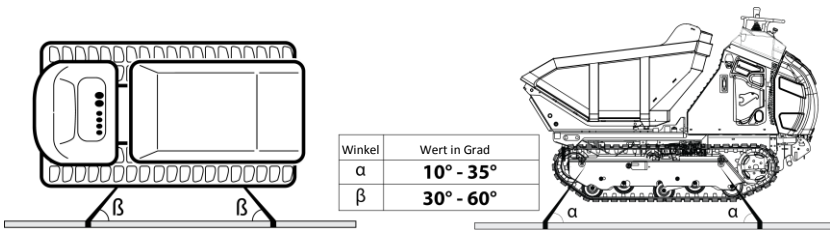

Abb. 26 — Abschlepphaken für die Verstaung
- Bei dem Verstaueuen der Maschine müssen die in der Tabelle (Abb.26) gezeigten Winkel, die durch den Hersteller zur Verfügung gestellt wurden, respektiert werden.
Maschine gut auf der Ladefläche des Transporters mit den durch **Cormidi genehmigten Ketten** (Cod. C0260.00.3) befestigen, die bei einem autorisierten Händler gekauft werden können, befestigen Sie diese immer an den angegebenen Verankerungspunkten, wie in der Abbildung 26 dargestellt wird.